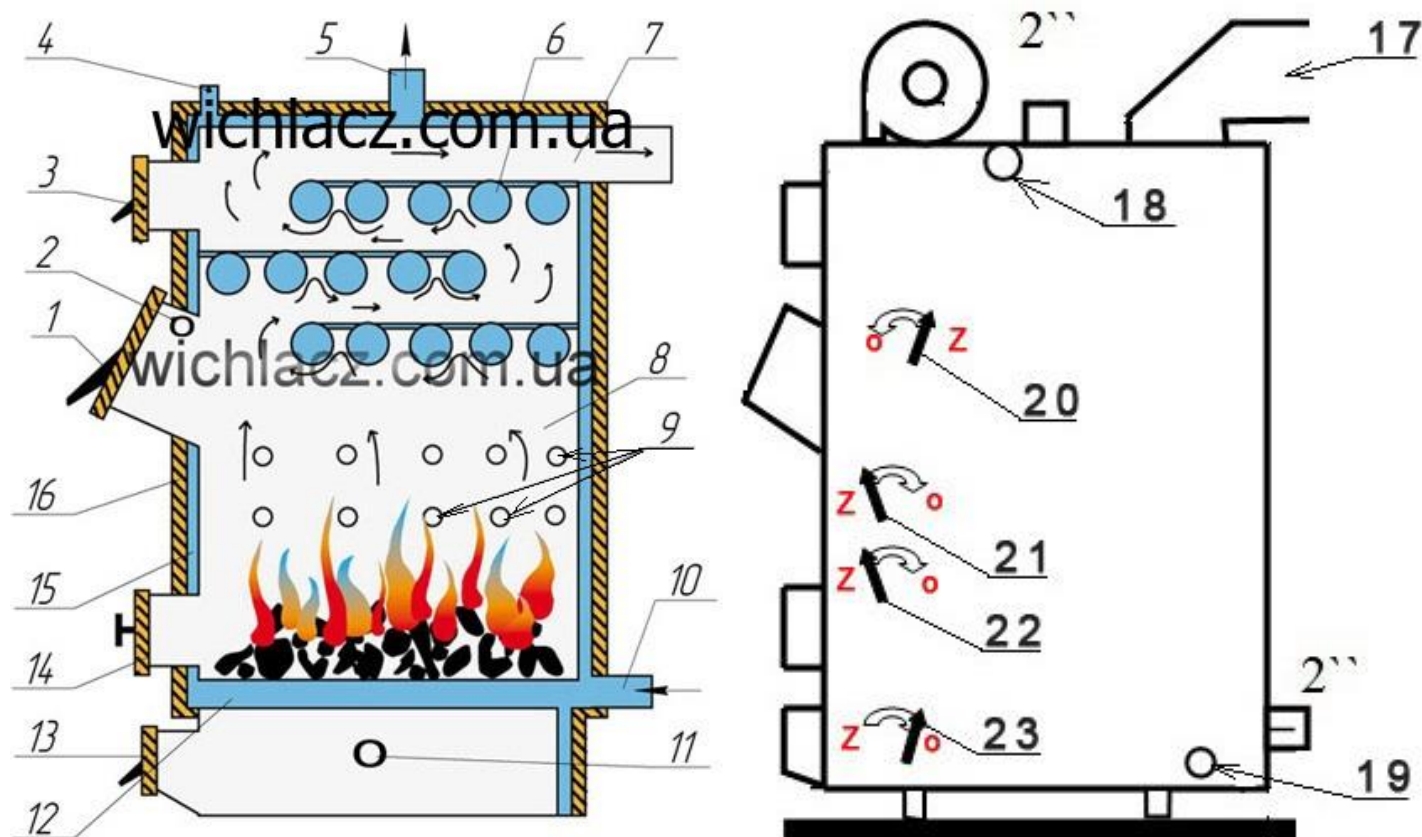

Рисунок 2 – Зовнішній вигляд та основні елементи котла
Конструктивно котел являє собою збірно-зварену конструкцію, що складається з корпусу (рис. 2) з камерою згоряння (топкою) (поз. 8, рис. 2). Над топкою розташована конвекційна частина котла (поз. 3, рис. 2), що являє собою вискоєфективний трубчастий теплообмінник.
Корпус котла виконаний в формі паралелепіпеду з подвійними стінками, які розділені водними перегородками (поз. 15, рис. 2). На зовнішній поверхні корпусу під декоративною обшивкою закріплена теплова ізоляція. (поз. 16, рис. 2).
Паливо для процесу спалення завантажується на колосникові ґрати (поз. 12, рис. 2) крізь завантажувальні дверцята (поз. 1, рис. 2). Колосникові ґрати виконані з товстостінних безшовних труб по яких постійно циркулює вода з водяної оболонки котла, що унеможливує їх прогорання. Згоряння палива в топці відбувається за участю повітря, яке постачається по каналу подачі повітря (поз. 2 та 9, рис. 2) вентилятором. Кількість повітря, необхідного для процесу згоряння, регулюється автоматично блоком автоматики управління.
Підведення і відведення теплоносія здійснюється відповідно через патрубки зворотної мережної води (поз. 10, рис. 2) і прямої мережної води (поз. 5, рис. 2).
Топочні гази виходять у димохід крізь боров (поз. 7, або 17, рис. 2), розташований у задній частині котла.
Зола, яка утворюється в процесі згоряння палива, зсипається в нижню частину корпусу котла – зольник (поз. 13, рис. 2).
У верхній частині корпусу котла розташований штуцер для встановлення групи безпеки котла (поз. 4, рис. 2).
На бічній стінці корпусу у нижній її частині розміщено штуцер для зливу води з котла (поз. 19, рис. 2).
На бічній стінці корпусу у верхній її частині розміщено штуцер для підключення насоса (поз. 18, рис. 2). За бажанням, або при бічному підключенні.
- дверцята для періодичного обслуговування (чищення) конвекційної частини котла (поз. 3, рис. 2);
- ревізійний дверцята (поз. 14, рис. 2) для періодичного чищення колосникових ґрат;
- дверцята зольника (поз. 13, рис. 2) для можливості спорожнення – зольника.